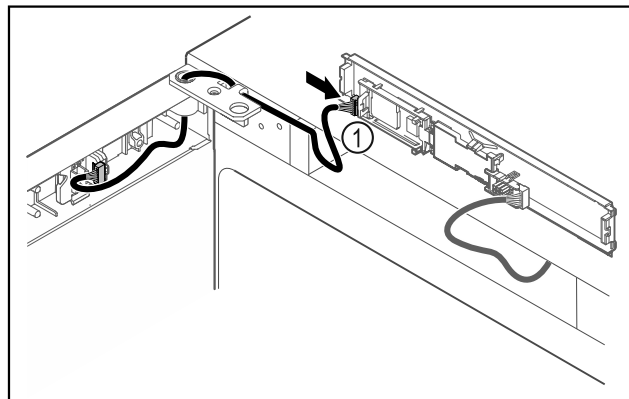

Fig. 46
- ▶ Включете щекера Fig. 46 (1) на платката.